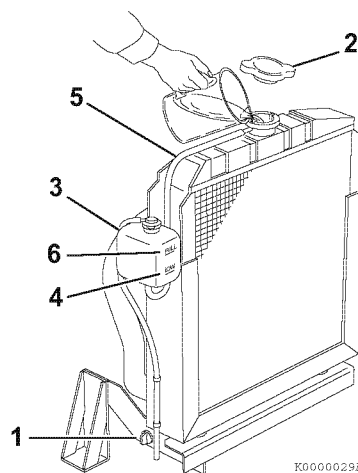
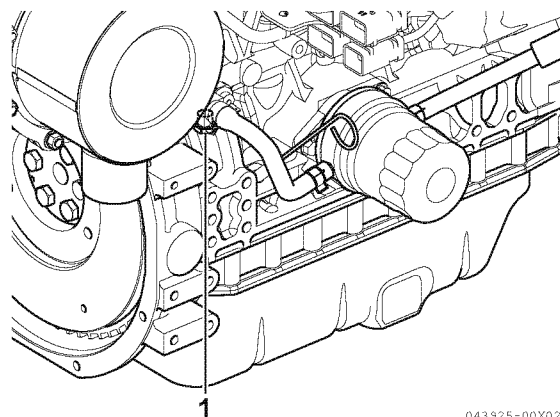

Figure 4
Figure 5
1. Assurez-vous que le bouchon de vidange de radiateur est installé et serré ou que le robinet de purge (1, **Figure 4**) est fermé. Assurez-vous aussi que les tuyaux de liquide de refroidissement (1, **Figure 5**) sont installés au niveau du refroidisseur d'huile.
2. Retirez le bouchon de radiateur (2, **Figure 4**) en le tournant dans le sens inverse des aiguilles d'une montre en effectuant environ 1/3 de tour.
4. Réinstallez le bouchon de radiateur (2, **Figure 4**). Alignez les languettes du côté arrière du bouchon de radiateur avec les encoches de l'orifice de remplissage de liquide de refroidissement moteur. Appuyez sur le bouchon et tournez-le dans le sens des aiguilles d'une montre en effectuant environ un 1/3 de tour.
5. Enlevez le bouchon du réservoir de secours (3, **Figure 4**) et remplissez-le jusqu'à la marque BAS(FROID) (4, **Figure 4**) avec le liquide de refroidissement moteur. Réinstallez le bouchon.
6. Vérifiez le tuyau (5, **Figure 4**) qui relie le réservoir de secours (3, **Figure 4**) au radiateur. Assurez-vous qu'il est solidement relié et qu'il ne présente aucune fissure ou dommage. Si le tuyau est endommagé, le liquide de refroidissement moteur fuira au lieu de pénétrer dans le réservoir de secours.
7. Faites fonctionner le moteur jusqu'à ce qu'il atteigne la température de service. Vérifiez le niveau du liquide de refroidissement moteur dans le réservoir de secours. Lorsque le moteur est en marche et que le liquide de refroidissement moteur est à une température normale, le niveau du liquide de refroidissement dans le réservoir de secours doit être au niveau ou près de la marque PLEIN (CHAUD) (6, **Figure 4**). Si le liquide de refroidissement n'est pas au niveau de la marque PLEIN (CHAUD), ajoutez du liquide de refroidissement dans le réservoir de secours pour amener le niveau du liquide de refroidissement à la marque PLEIN (CHAUD).
1. Vérifiez le niveau du liquide de refroidissement moteur dans le réservoir de secours. Lorsque le moteur est froid, le niveau du liquide de refroidissement dans le réservoir doit être au niveau ou légèrement au-dessus de la marque BAS (FROID) (4, **Figure 4**) sur le réservoir de secours de liquide de refroidissement.
Si le niveau du liquide de refroidissement est au niveau de la marque PLEIN (CHAUD) (6, **Figure 4**) lorsque le moteur est froid, alors le liquide de refroidissement se dilatera lorsqu'il deviendra chaud et pourra jaillir du tuyau de trop plein.